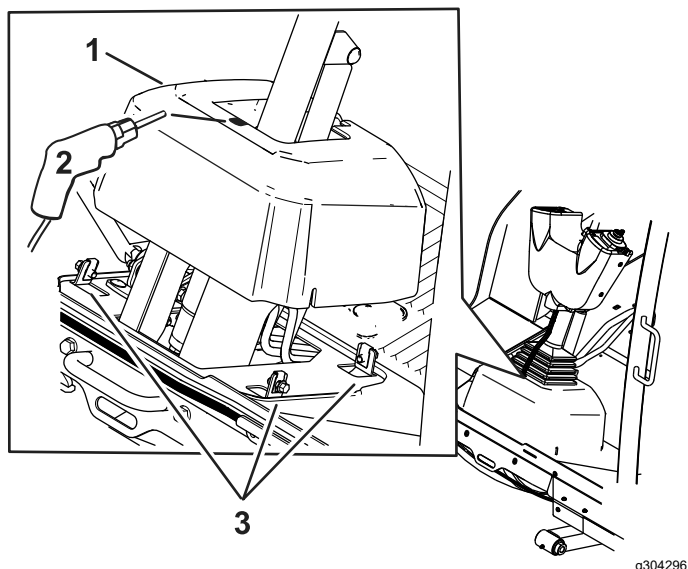

Figura 9
8. Allentate i bulloni attorno alla base del piantone di sterzo (Figura 9).
9. Sollevate la base e praticate un foro di 22 mm come mostrato nella Figura 9.